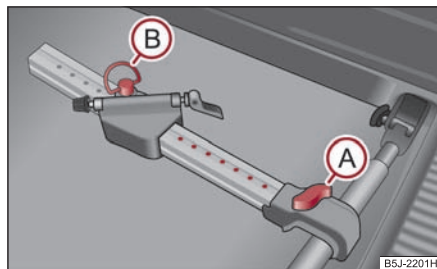

Fig. 93 Montarea suportului pentru bicicletă
- Așezați suportul pentru bicicletă autorizat în centrul suportului transversal, ridicați șurubul (A) și împingeți suportul longitudinal (partea din aluminiu) înspre suport transversal până se fixează, și rotiți șurubul (A) în piuliță ⇒ fig. 93.
- Eliberați șurubul (B) și scoateți-l din partea mobilă a suportului; aduceți partea mobilă într-o poziție posibilă, în funcție de mărimea bicicletei, astfel încât să nu se afle în contact cu hayonul. Vă recomandăm, să amplasați partea mobilă a suportului astfel încât între șurubul (A) și partea mobilă, să fie vizibile 7 orificii.
- Introduceți șurubul (B) în poziția dorită și strângeți-l. ■
- Eliberați șurubul **A** ⇒ pagina 77, fig. 93 și împingeți suportul împreună cu bicicleta fixată, spre stânga (în direcția de deplasare), astfel încât între ghidon și fereastra laterală a portbagajului să nu existe contact.